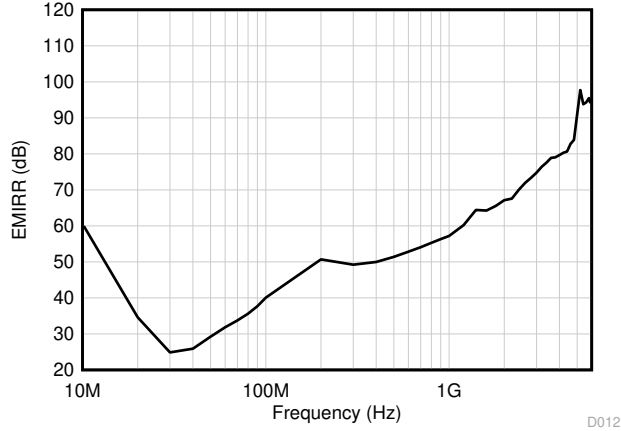

图 6-3. EMIRR 测试
OPAx992 通过集成电磁干扰 (EMI) 滤波降低无线通信设备、混合使用模拟信号链和数字元件的高密度电路板等干扰源产生的 EMI 效应。利用电路设计技术可以提高 EMI 抗扰度；OPAx992 从这些设计改进中受益。德州仪器 (TI) 已经开发出在 10MHz 至 6GHz 扩展宽频谱范围内准确测量和量化运算放大器抗扰度的功能。图 6-3 展示了对 OPAx992 执行此测试的结果。表 6-1 展示了 OPAx992 在实际应用中常见特定频率下的 EMIRR IN+ 值。运算放大器的 EMI 抑制比应用报告包含了与运算放大器相关的 EMIRR 性能主题，该报告可在 www.ti.com 上下载。